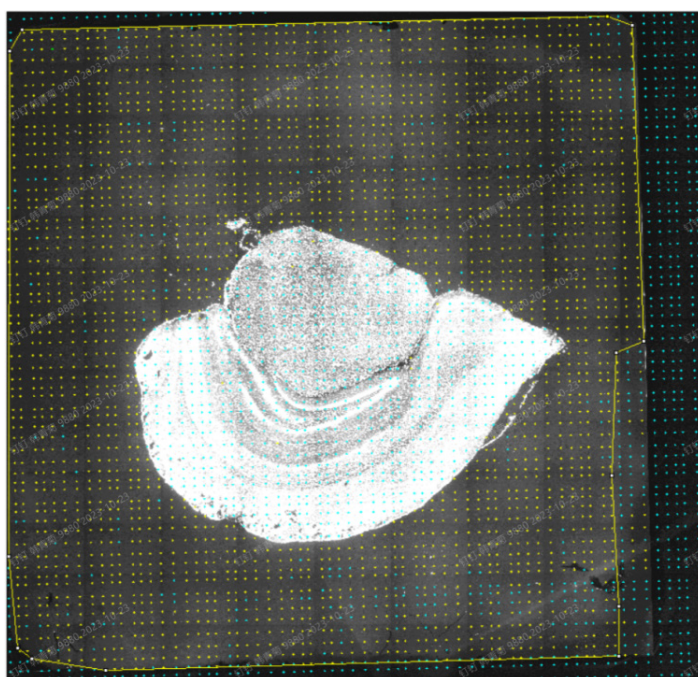

图 1. Track 线清晰度评分计算过程示意图
**TemplateValidArea:** 误差在 5 pixels 以内的推导模板点数，所能构成的包围面积占整体图像面积的比例。如图 1 中，黄色区域包围的像素面积与整张芯片的像素面积的比值： $460718882 \text{ pixels} / 604856088 \text{ pixels} = 0.76$
**TemplateRecall:** 误差在 5 pixels 以内的推导模板点数占理论上芯片对应图像所拥有的模板点数的比例。如图 1 中，黄色点阵中的 Track 点数与整张芯片的模板点数的比值： $2636 / 4760 = 0.5538$